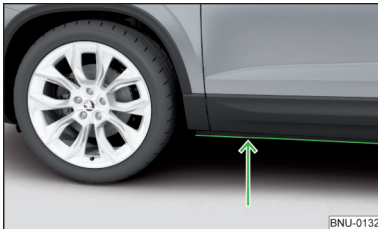

Fig. 252
- › Determine la profundidad del agua antes de un vadeo. El nivel del agua debe llegar como máximo al borde inferior del larguero inferior » fig. 252.